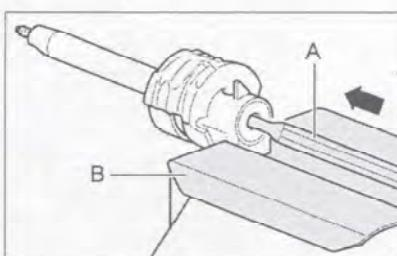

Рис. 7.257. Вытолкните вал из цилиндра с помощью обычного инструмента (A).
2. Вытолкните вал из цилиндра с помощью обычного инструмента (A) (рис. 7.257).